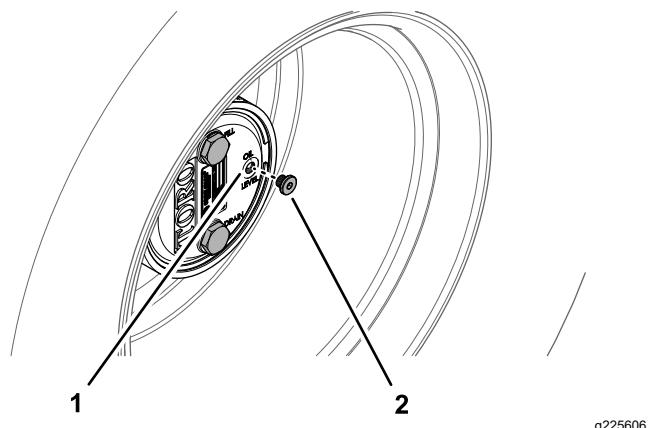

**Figure 104**
1. Garez la machine sur une surface plane et horizontale, puis tournez la roue de sorte que le bouchon de remplissage soit à la position 12 heures, le bouchon de contrôle soit à la position 3 heures et le bouchon de vidange soit à la position 6 heures (Figure 104).
2. Retirez le bouchon de contrôle à la position 3 heures (Figure 104).
position 3 heures et le bouchon de vidange soit à la position 6 heures ; voir Figure 104 sous Contrôle du niveau de lubrifiant du train planétaire (page 76).